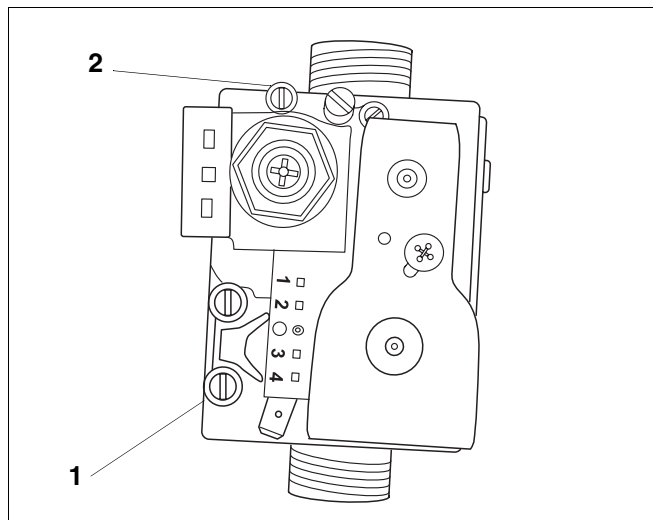

Рис. 22 Газовая установка SIT
- Вывернуть запорный винт измерительного ниппеля давления и воздушник комбинированного газового клапана и подключить манометр (рис. 22, поз. 1).
Легенда к рис. 22: Газовая установка SIT
- Подключить манометр к измерительному ниппелю комбинированного газового клапана (рис. 22, поз. 2) и к измерительному ниппелю для измерения давления насадки (рис. 22, поз. 1).